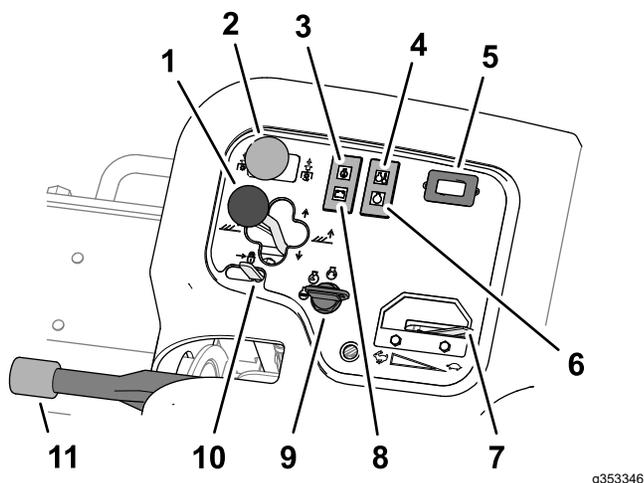

图 43
- 要将滚刀组放落到地面上应把滚刀组转向控制杆向前推到降下位置图 43。
刀组驱动开关图 43 有 2 个位置接合与分离。摇臂开关可操作阀组上的电磁阀来驱动滚刀组。
发动机油压低于安全水平时油压警告灯图 43 闪烁。
如果发动机冷却液温度较高温度警告灯图 43 将亮起。在此温度下滚刀组会被关闭。如果冷却液温度再升高 5.5°C 发动机应会关闭以防止进一步的损害。
小时表图 43 用于显示机器操作的总小时数。当点火钥匙开关处于运行位置时小时表开始工作。
预热塞通电时预热塞指示灯图 43 会亮起。
向前移动油门控制杆 (图 43) 可提高发动机速度向后移动可降低发动机速度。
发动机运行时交流发电机指示灯图 43 会熄灭。如果交流发电机指示灯在发动机运行时亮起请检查充电系统并在必要时进行维修。
使用点火开关图 43 运行发动机和灯。点火开关有 3 个位置
向后移动提升杆锁图 43 可防止滚刀组下落。
不论何时关闭发动机都要接合手刹 (图 43)防止机器意外移动。要接合手刹应向上方拉起操纵杆要松开手刹应向下推操纵杆。